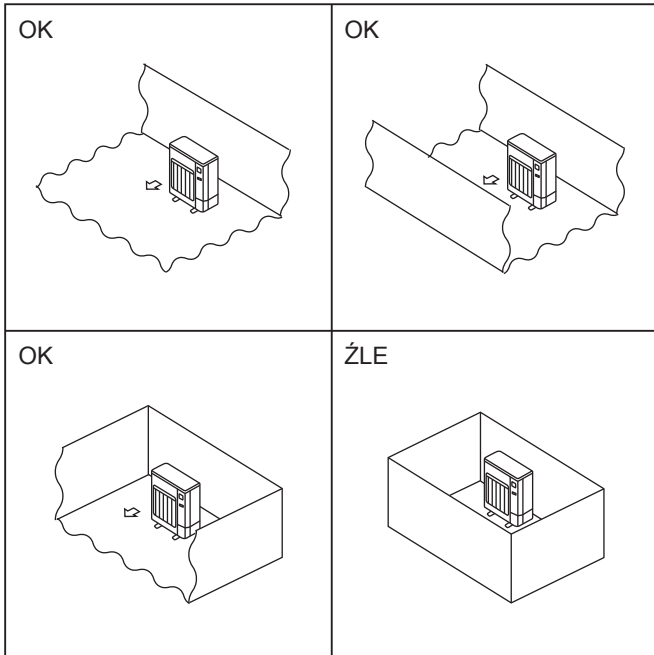

Fig. 2-1
- Ⓞ Jednostki zewnętrzne należy instalować w miejscach, które są otwarte z co najmniej jednej z czterech stron i oferują dostatecznie dużą powierzchnię bez zagłębień. (Fig. 2-1).